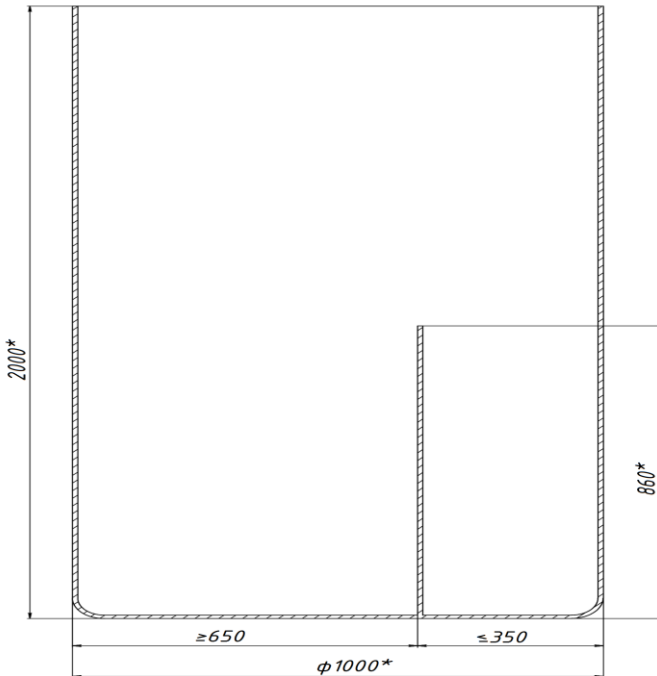

Рис. 1.2.
1. В коллекторе монтируется перегородка в соответствии с рис. 1.2.